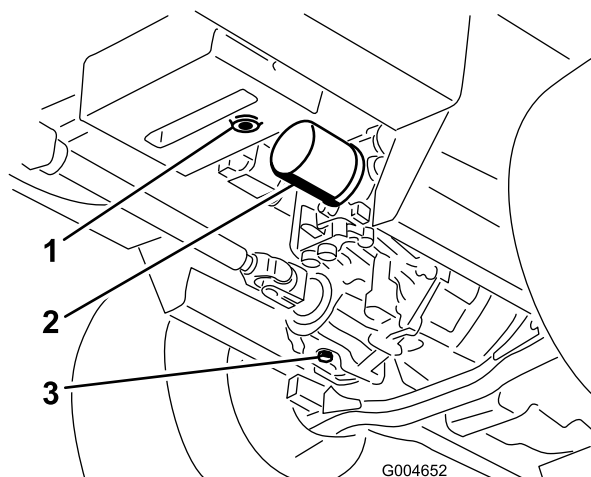

Figura 70
3. Mettete una bacinella grande sotto il serbatoio idraulico e la scatola della trasmissione, togliete i tappi e lasciate defluire tutto il fluido idraulico (Figura 70).
4. Pulite attorno al filtro dell'olio idraulico e rimuovete il filtro (Figura 70).